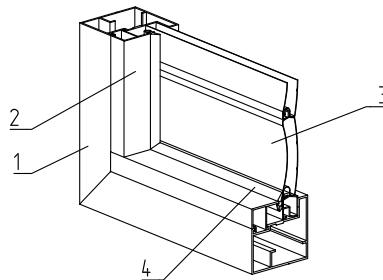

Рис. 19. Установка штапика *FLGU.400.0302, FLGU.400.0304* с уплотнителем *FRK39*:
1. По контуру заполнения установить штапики 2 совместно с уплотнителем 4 (рис. 19).